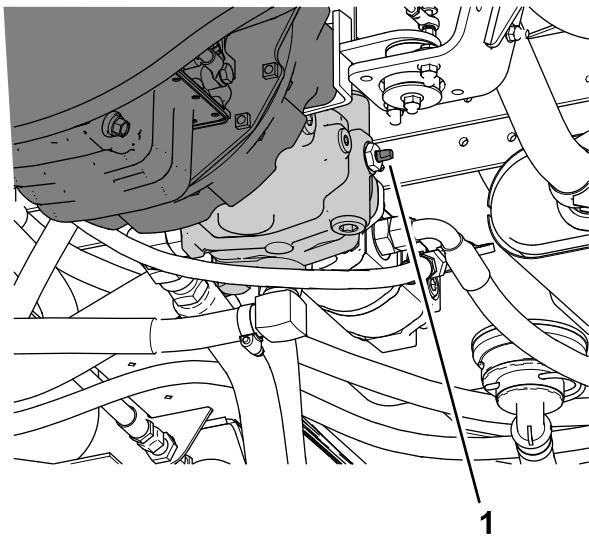

Figure 52
- Tournez la vanne de remorquage (Figure 52) de 90° dans un sens ou dans l'autre pour l'ouvrir.